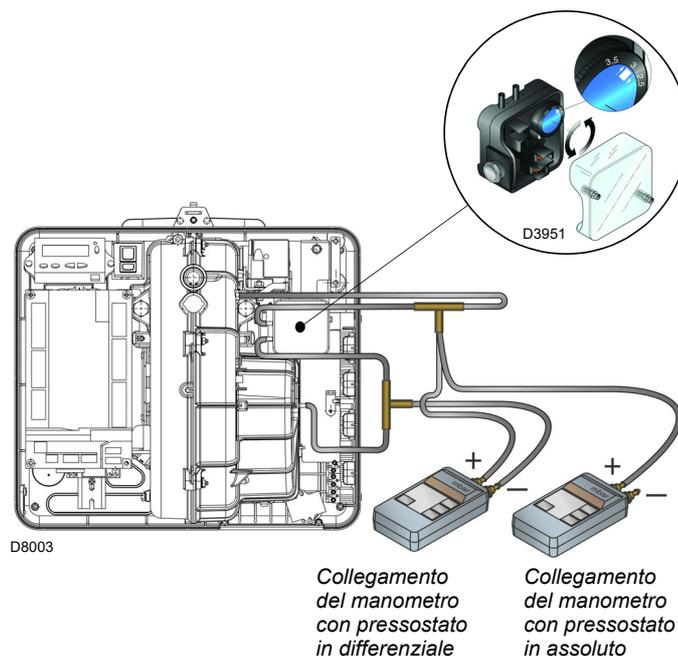

Fig. 33
- Regolare il pressostato aria (Fig. 33 a pag. 33) ad inizio scala.
Eseguire la regolazione del pressostato aria (Fig. 33) dopo aver effettuato tutte le altre regolazioni del bruciatore con il pressostato aria regolato a inizio scala.
Il collegamento del manometro è riportato in Fig. 33. La configurazione standard è quella del pressostato aria collegato in assoluto. Si noti la presenza di un collegamento a "T" non fornito.
In questo caso anche il manometro deve essere collegato in differenziale, come indicato in Fig. 33.